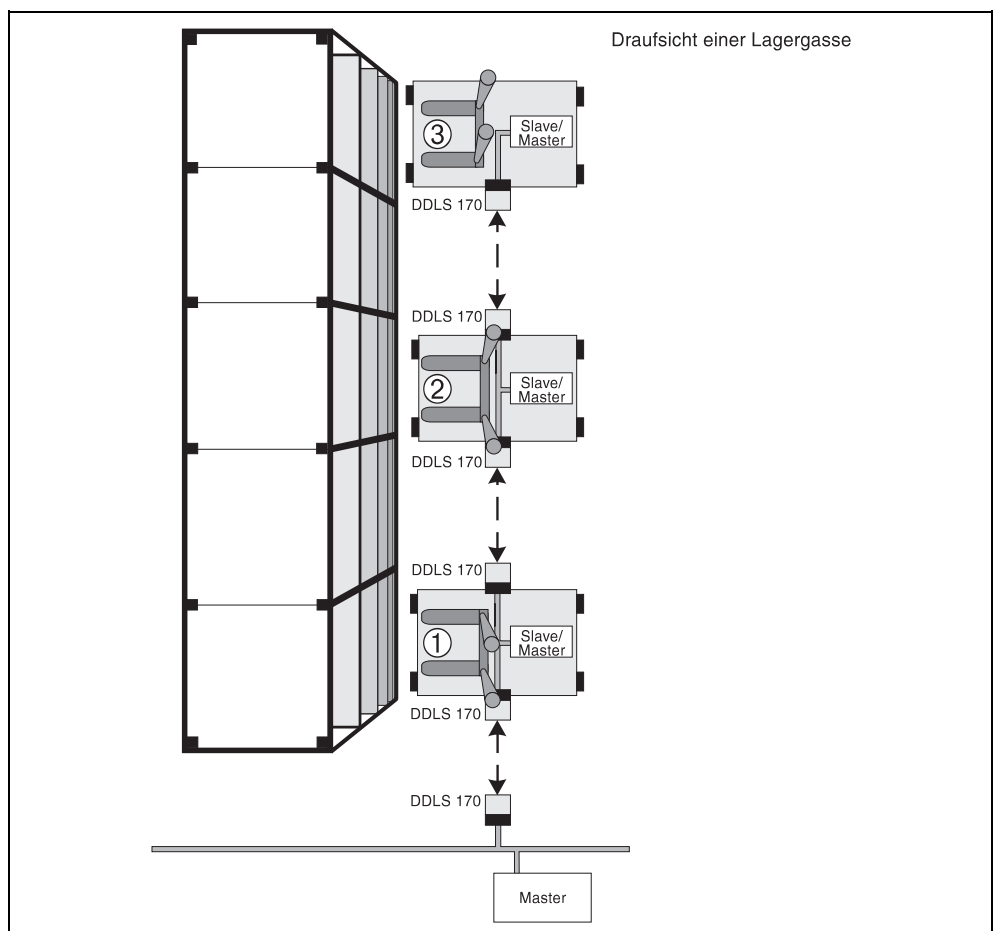

Abb. 13: direkte Reihenschaltung
- Mehrere optische Datenübertragungstrecken können direkt in Reihe geschaltet werden. So ist z.B. die Datenübertragung zwischen mehreren Regalbediengeräten in einer Lagergasse möglich (siehe Abb. 13).